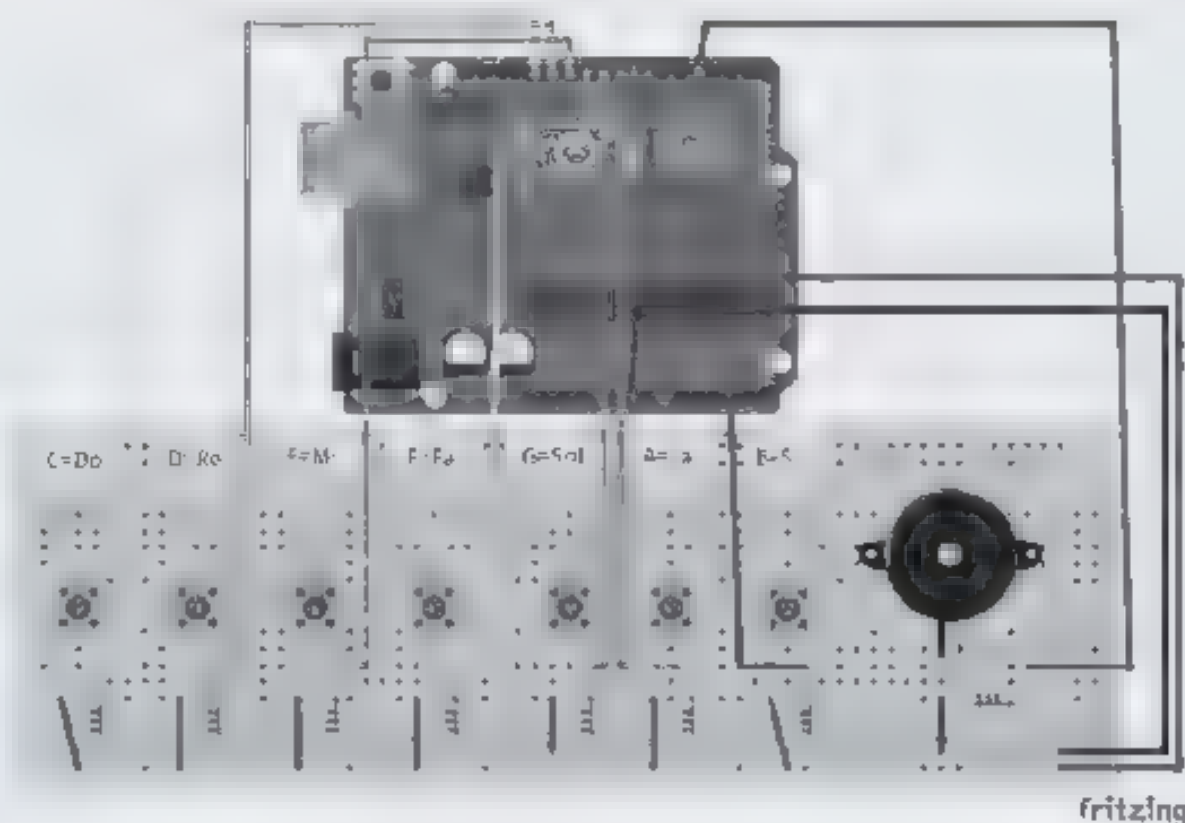

Figura 6.4 – Teclado musical.
3. Desenvolva um pequeno teclado musical. Conforme ilustra a Figura 6.4, na protoboard conecte sete botões, que serão equivalentes às sete notas musicais (C=Dó, D=Ré, E=Mi, F=Fá, G=Sol, A=Lá e B=Si). Cada vez que um botão for pressionado, a nota correspondente deverá ser reproduzida no buzzer.